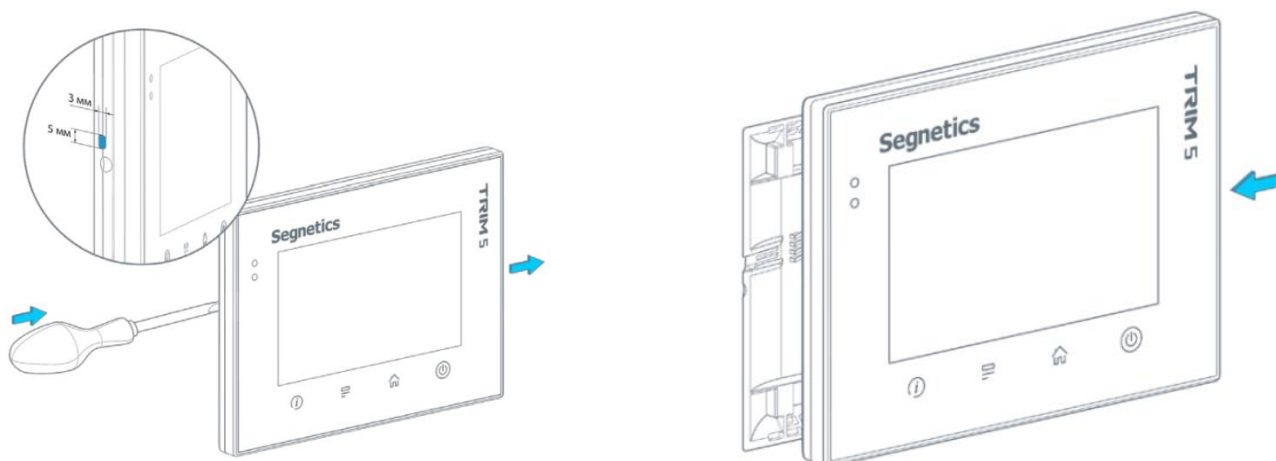

Рисунок 27
7. При необходимости снятия прибора с кронштейна воспользуйтесь шлицевой отвёртки или подобным инструментом. Для этого отвёртку нужно установить в отверстие слева и надавить до упора, после чего сдвинуть контроллер относительно кронштейна вправо, рисунок 27.